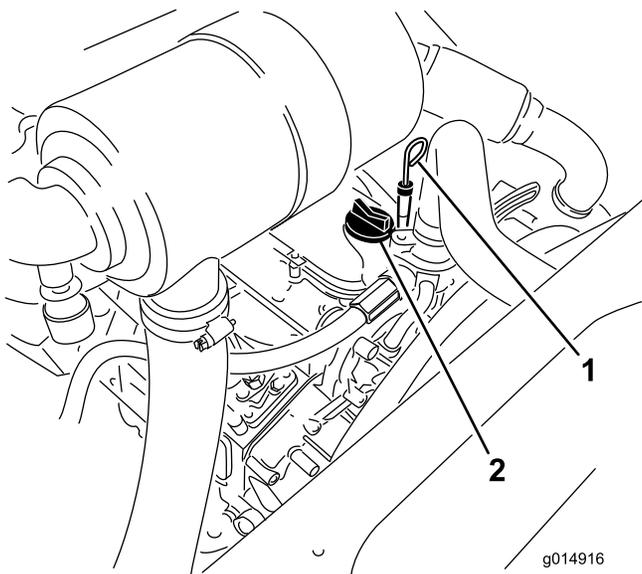

Bild 44
3. Nehmen Sie den Peilstab heraus und wischen Sie ihn ab. Stecken Sie ihn dann ein (Bild 44).
5. Wenn der Ölstand unter der VOLL-Markierung liegt, nehmen Sie den Fülldeckel ab (Bild 44) und gießen Sie genug Öl ein, um den Ölstand bis zur VOLL-Markierung anzuheben.